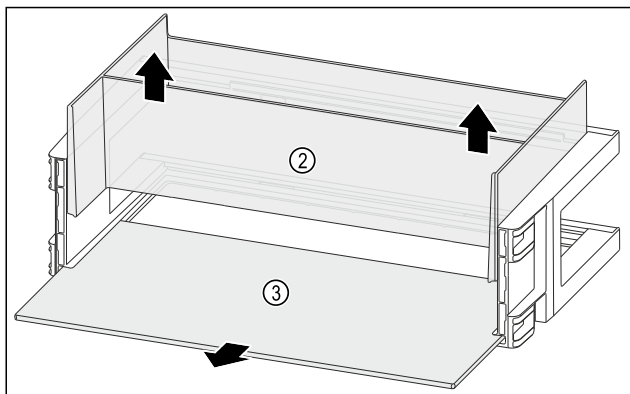

Fig. 121
- Свалете органайзера Fig. 121 (2) нагоре.
- Свалете рафта Fig. 121 (3).